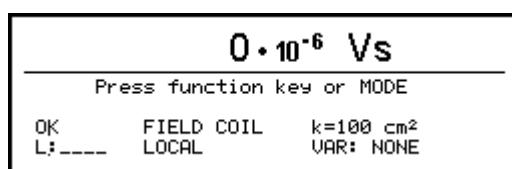

Fig. 3.1.2.1: Anzeige im Meßbetrieb (Normalanzeige)
1. Gerätestatus (in Fig. 3.1.2.1 OK): Hier werden gegebenenfalls Fehler- und Warnmeldungen dargestellt.
2. Spulentyp (in Fig. 3.1.2.1 FIELD COIL): Typ der angeschlossenen Meßspule. Eine Übersicht der möglichen Spulentypen finden Sie in Kapitel 4.2.1
3. Spulenkonstante (in Fig. 3.1.2.1 100 cm2): Konstante der angeschlossenen Meßspule. Die Einheit der Spulenkonstante richtet sich nach dem Spulentyp. Eine Übersicht über die möglichen Spulenkonstanten finden Sie ebenfalls in Kapitel 4.2.1
4. Status der Grenzwertschalter (LIMIT, in Fig. 3.1.2.1 L\_ \_ \_ \_): Schaltzustände der Grenzwertschalter (Limit-Relais). Ist ein Grenzwert überschritten, so wird dessen Nummer angezeigt.
5. LOCAL/REMOTE-Status (in Fig. 3.1.2.1 LOCAL): LOCAL-Modus: Steuerung der Gerätefunktionen über die Tastatur, REMOTE-Modus: Steuerung der Gerätefunktionen über eine Schnittstelle.
6. Status der VAR-Funktion: (in Fig. 3.1.2.1 VAR: NONE): Zeigt bei eingeschalteter VAR-Funktion an, mit welchem Zahlenwert der Meßwert multipliziert wurde oder durch welchen Zahlenwert der Meßwert dividiert wurde. Bei ausgeschalteter VAR-Funktion wird NONE angezeigt.